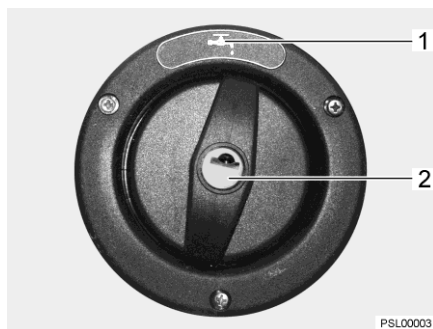

Bild 100 Lock för påfyllningsöppningen för dricksvatten
Påfyllningsöppningen för dricksvatten är märkt med symbolen "🚰" (Bild 100,1). Locket låses och låses upp med nyckeln till de utvändiga låsen (utvändiga luckorna).
- Stick in nyckeln i låscylindern (Bild 100,2) och vrid ett kvarts varv moturs.
- Öppna påfyllningsöppningen för dricksvatten (Bild 100).